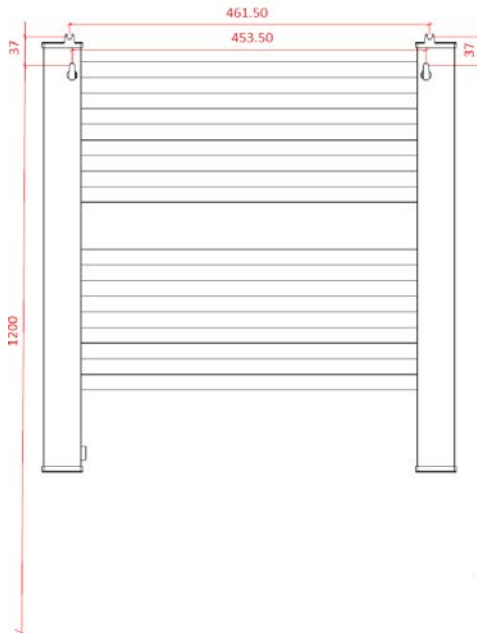

Fig. 1
- **AVERTISSEMENT:** si cet appareil est installé dans une salle de bain, il doit être installé uniquement dans les volumes 2 ou 3 de la salle de bain, conformément aux exigences de la norme française d'Installation Électrique à Basse Tension NF C 15-100, Partie 7-701. (L'installation en volume 0 ou 1 d'une salle de bain est strictement interdite). La figure 1 ci-après est donnée à titre
1. Marquer sur le mur l'emplacement des 4 orifices en fonction des mesures indiquées sur la figure 1. La hauteur minimale depuis le sol doit être de 1200 mm. Vous pouvez l'installer plus haut si vous le souhaitez.